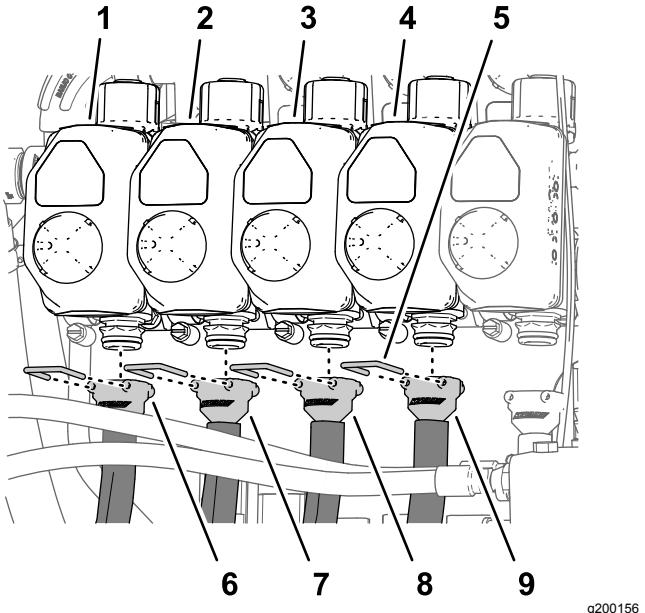
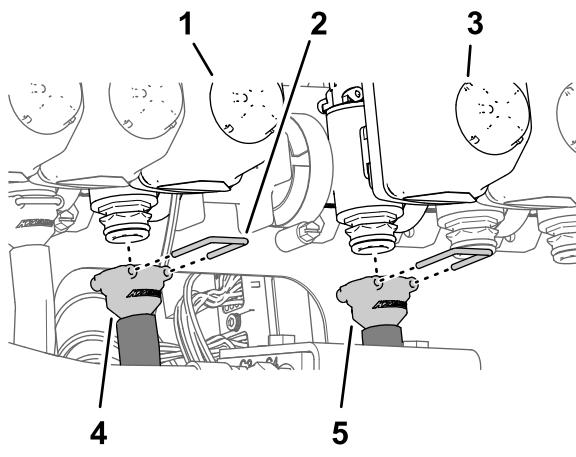
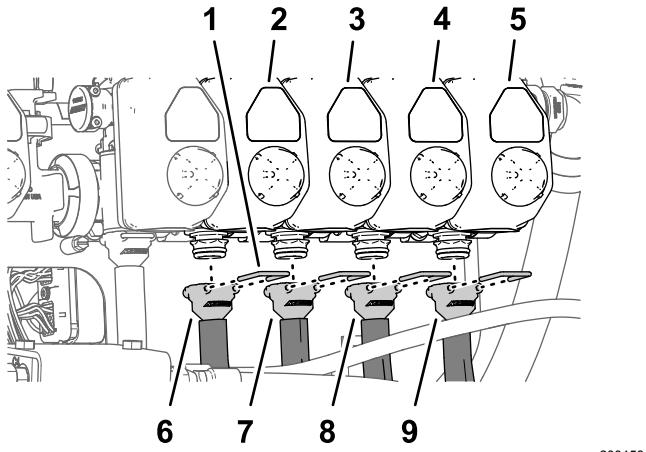

Figure 126
Figure 127
Figure 128
**Remarque:** Reportez-vous à la Figure 126 de la section Montage des flexibles sur les vannes de buse 1 à 4 \(page 62\), la Figure 127 de la section Montage des flexibles sur les vannes de buse 5 et 6 \(page 62\) et la Figure 128 de la section Montage des flexibles sur les vannes de buse 7 à 10 \(page 63\) pour les positions de vanne de buse.
1. Montez le raccord droit cannelé du flexible d'alimentation de 279 cm sur le raccord de la vanne de buse 1 (Figure 126).
2. Fixez le raccord cannelé au raccord de vanne avec un étrier (Figure 126).
3. Montez le raccord droit cannelé du flexible d'alimentation de 234 cm sur le raccord de la vanne de buse 2 (Figure 126).
4. Fixez le raccord cannelé au raccord de vanne avec un étrier (Figure 126).
5. Montez le raccord droit cannelé du flexible d'alimentation de 188 cm sur le raccord de la vanne de buse 3 (Figure 126).
6. Fixez le raccord cannelé au raccord de vanne avec un étrier (Figure 126).
7. Montez le raccord droit cannelé du flexible d'alimentation de 188 cm sur le raccord de la vanne de buse 4 (Figure 126).
8. Fixez le raccord cannelé au raccord de vanne avec un étrier (Figure 126).
1. Montez le raccord droit cannelé du flexible d'alimentation de 81 cm sur le raccord de la vanne de buse 5 (Figure 127).
2. Fixez le raccord cannelé au raccord de vanne avec un étrier (Figure 127).
3. Montez le raccord droit cannelé du flexible d'alimentation de 81 cm sur le raccord de la vanne de buse 6 (Figure 127).
4. Fixez le raccord cannelé au raccord de vanne avec un étrier (Figure 127).
- Montez le raccord droit cannelé du flexible d'alimentation de 188 cm sur le raccord de la vanne de buse 7 (Figure 128).
- Fixez le raccord cannelé au raccord de vanne avec un étrier (Figure 128).
- Montez le raccord droit cannelé du flexible d'alimentation de 188 cm sur le raccord de la vanne de buse 8 (Figure 128).
- Montez le raccord droit cannelé du flexible d'alimentation de 234 cm sur le raccord de la vanne de buse 9 (Figure 128).
- Montez le raccord droit cannelé du flexible d'alimentation de 279 cm sur le raccord de la vanne de buse 10 (Figure 128).